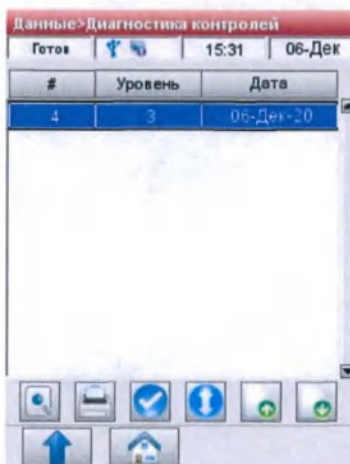
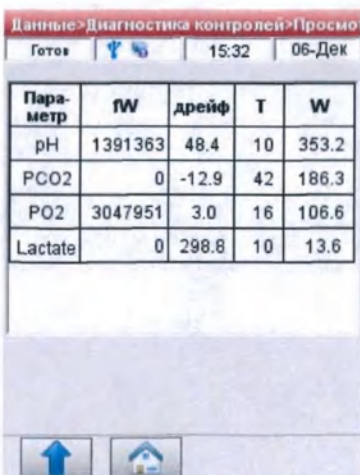

Рис.6-22 Выбор измерений
Рис.6-23 Диагностика контролей
3. На экране **<Данные – диагностика контролей>** (Рис.6-22) выберите нужное измерение и нажмите кнопку <Просмотр> , чтобы отобразить результаты измерения (Рис.6-23).
5. Чтобы напечатать результаты для отдельных лотов, выделите желаемый лот (Рис.6-22).